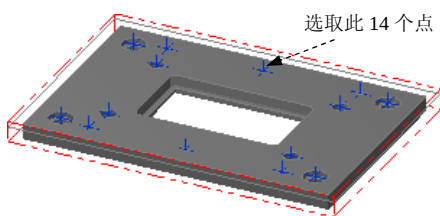

图 2.19 定义钻孔点
Step1. 选择下拉菜单 **刀具路径**  **钻孔** 命令，系统弹出“选取钻孔的点”对话框，选取图 2.19 所示的圆的中心点（共 14 个）为钻孔点，然后单击 **排序...** 按钮，系统弹出“排序”对话框。在该对话框中的 **排序方式** 区域单击  按钮，然后单击  按钮，完成排序方式的设置。